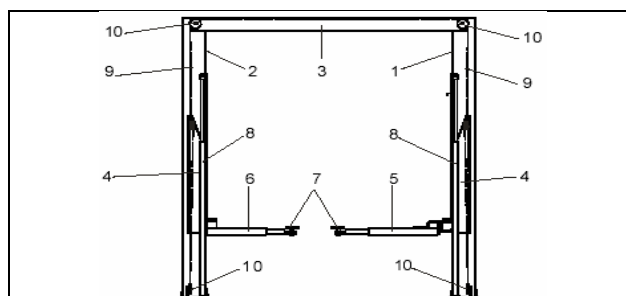

Рис. 4.
ЗАКРЕПЛЯЕМАЯ КОНСТРУКЦИЯ (Рис. 4):
ПОДВИЖНЫЕ УСТРОЙСТВА ПОДЪЕМА (см. Рис. 4)
УСТРОЙСТВО ПОДЪЕМА (см. Рис. 4)
- Устройство синхронизации перемещения подвижных платформ. Система состоит из двух тросов (см. п.9, Рис. 4) и 4 возвратных шкива (см. п.10, Рис. 4).